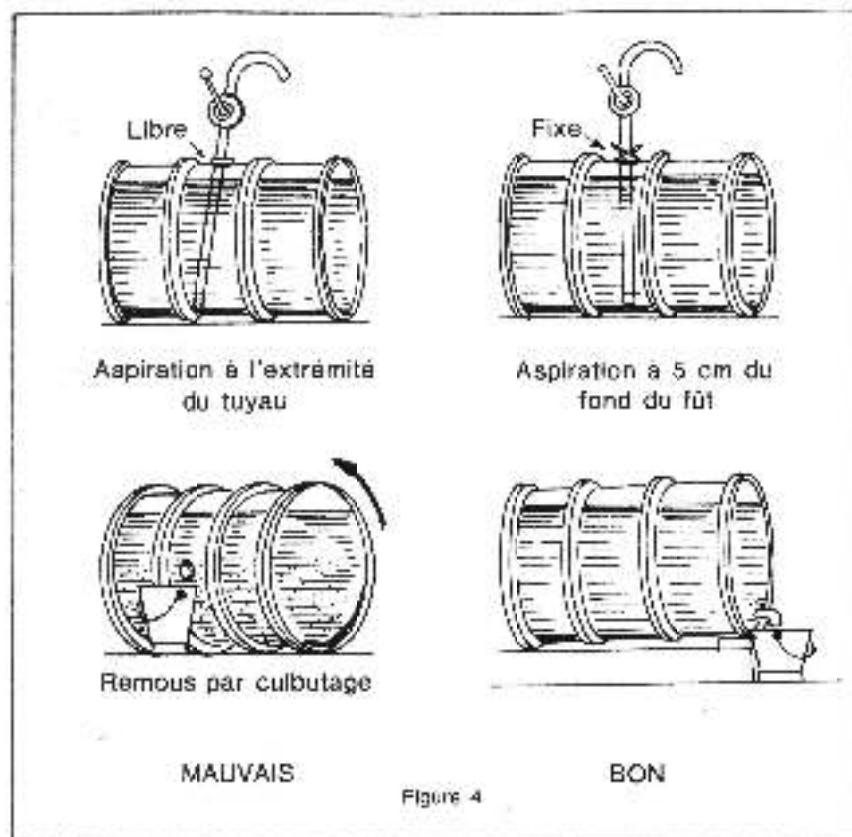

Figure 4
- Ne puiser dans un fût, qu'après avoir laissé reposer le combustible (voir fig. 4).
- Ne jamais utiliser le fond d'un fût, car il contient l'eau et les impuretés qui se trouvent mélangées au combustible. (voir fig. 4).